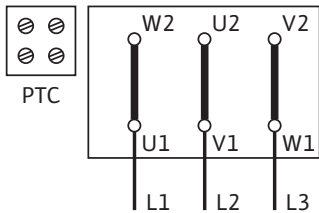

Fig. 45: Démarrage Y-Δ (de série)
Le schéma de raccordement électrique se trouve dans le couvercle de la boîte à bornes (voir aussi Fig. 45/46).
- L'alimentation réseau de la plaque à bornes dépend de la puissance moteur  $P_2$ , de la tension d'alimentation et du type de branchement. Pour le couplage nécessaire des ponts de liaison dans la boîte à bornes, se reporter à la liste suivante «Tabl. 4 : Affectation des bornes» à la page 75 et aux Fig. 45/46.
Démarrage Y-Δ (de série)	Retirer les ponts de liaison (Fig. 45)